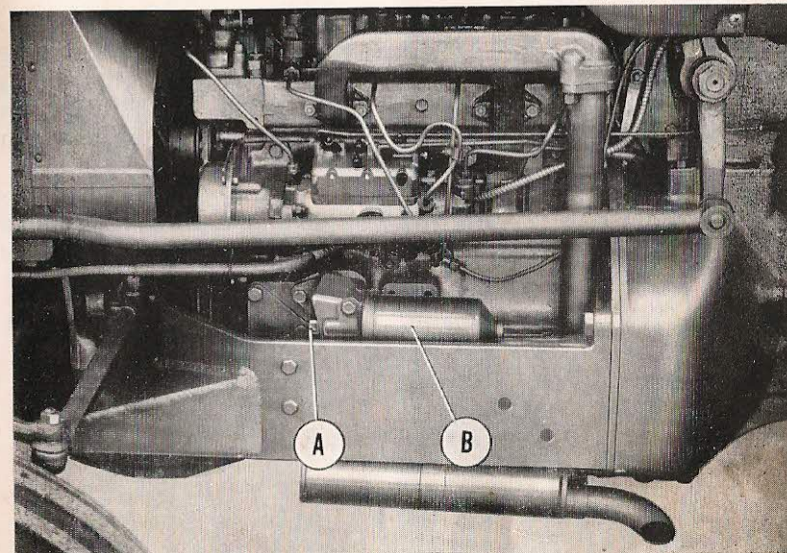

FIG. 23
- Changer l'élément du filtre à huile (fig. 23). Débloquer la vis de fixation de la cuve au centre de la tête du filtre sans faire tourner la cuve, ce qui risquerait de détériorer le joint logé dans la tête du filtre.